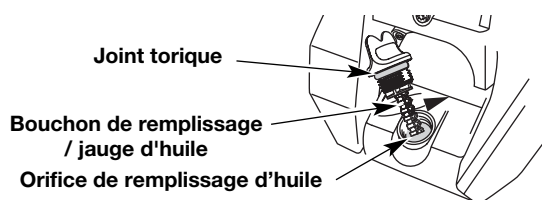

Fig. 3
le contenu de la bouteille d'huile dans le carter-moteur (Fig. 3).
- Versez tout le contenu de la bouteille d'huile dans le carter-moteur (Fig. 3).